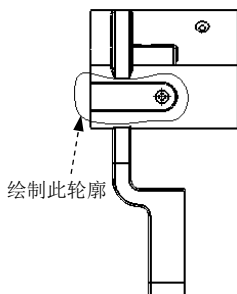

图 10.2.5 绘制封闭轮廓
Step1. 绘制剪裁范围。选择下拉菜单 **工具(T) → 草图绘制实体(E) → 样条曲线(S)** 命令，在俯视图中绘制图 10.2.5 所示的封闭轮廓。